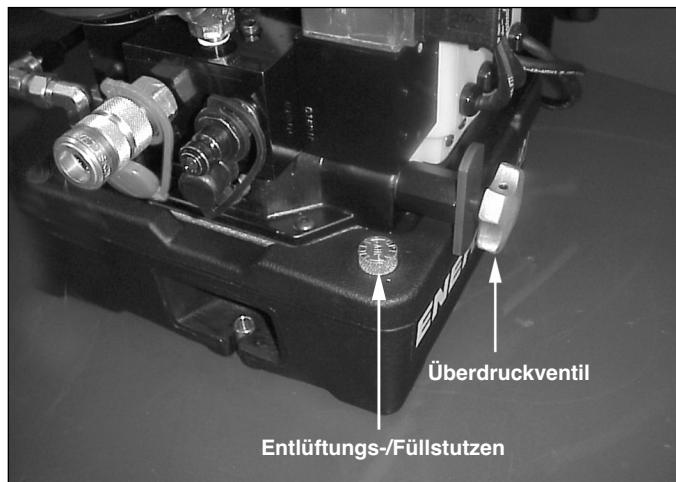

Abbildung 1 - Überdruckventil
- Lösen Sie die Sicherungsmutter und drehen Sie das Überdruckventil zurück (Drehen gegen den Uhrzeigersinn), um einen unbeabsichtigten Druckaufbau zu verhindern. Zur Einstellung des Überdruckventils sind keine Werkzeuge nötig. Siehe Abbildung 1.
2. Lösen Sie die Sicherungsmutter und drehen Sie das Überdruckventil zurück, um unbeabsichtigten Druckaufbau zu verhindern. Siehe Abbildung 1.